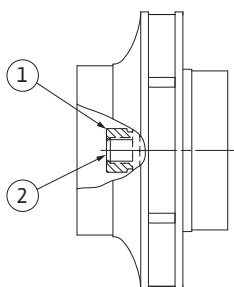

Fig. 53: Правильное положение гайки рабочего колеса после монтажа
29. Удерживать вал (см. операцию 24) и затянуть гайку рабочего колеса с предписанным моментом затяжки (см. перечень «Таблица 11: Моменты затяжки винтов» на стр. 245). Гайка (рис. 53, поз. 1) должна располагаться заподлицо с концом вала (рис. 53, поз. 2) с допуском  $\pm 0,5$  мм. Если это условие не выполняется, ослабить гайку и повторить операции 25–29.